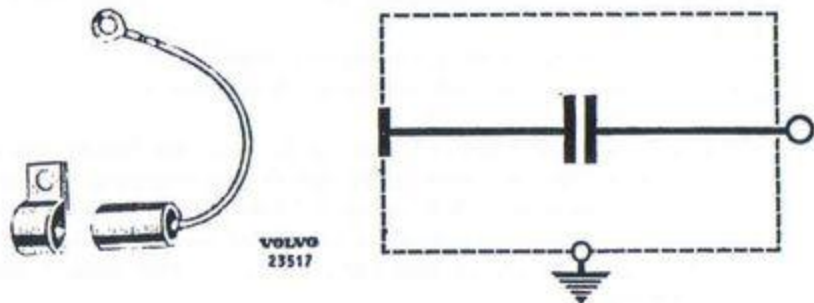

Bild 192. Avstörningskondensator för blinkdon m m.
En avstörningskondensator, Bosch EMKO 19Z3Z, är inkopplad mellan chassiet och pos 15 på blinkdonet. Kondensatorns utseende och koppling se bild 192. Kondensatorkapacitans 0.45 μF .